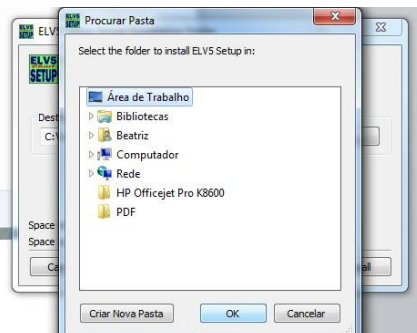

Imagen 02
5. Haga clic en "Examinar" y seleccione la ubicación donde se instalará el software (imagen 02)